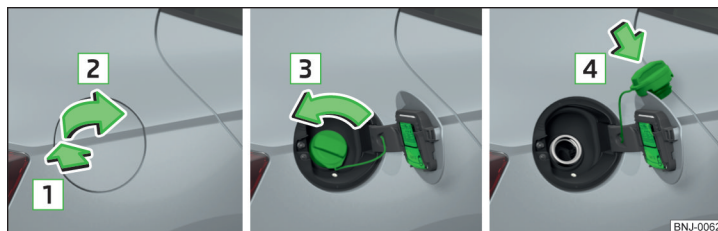

Fig. 256 Abrir la tapa del depósito/ desenroscar el cierre del depósito/ colocar el cierre del depósito en la tapa del depósito
- Presionar la tapa del depósito en el sentido de la flecha  y abrirla en el sentido de la flecha  » fig. 256.